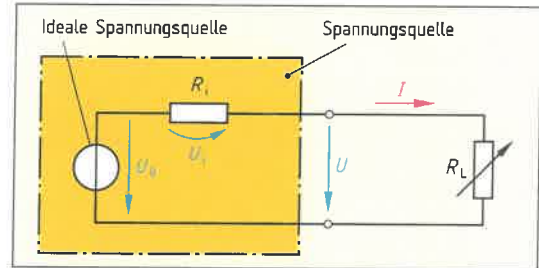

Bild 2: Ersatzschaltbild einer Spannungsquelle
2. Bei Belastung einer Spannungsquelle treten im Innern immer Wärmeverluste auf. Im Ersatzschaltbild einer Spannungsquelle (Bild 2) zeichnet man deshalb ein zusätzliches Bauelement. Benennen Sie dieses Bauelement und geben Sie dessen Kurzzeichen an.